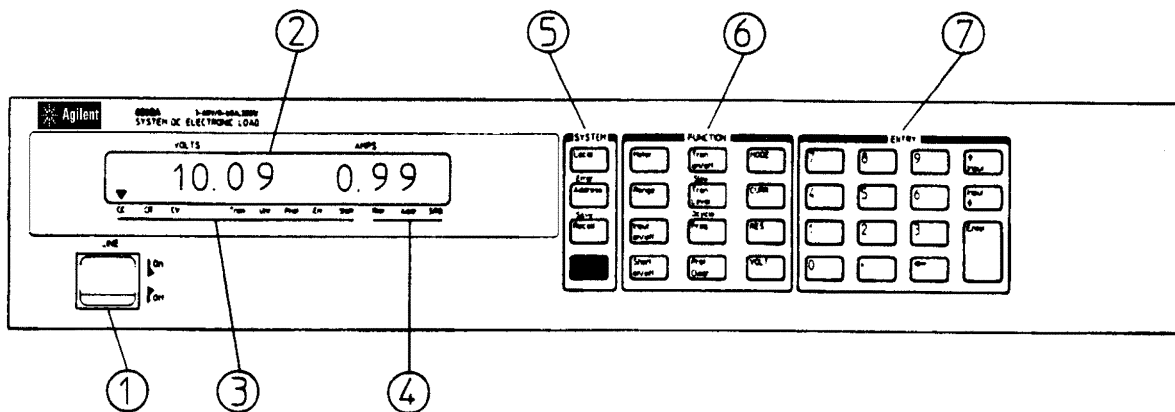

図4-1. フロント・パネル
本器はフロント・パネル上のキー・スイッチおよびインジケータを使用して、ローカルに操作できます。図4-1に示すように、フロント・パネルには12セグメントのLCD表示部と3つのグループから成るキーパッド部があります。各キー・スイッチおよびインジケータの機能については表4-1をご覧ください。
| 3 設定状態表示 | <p>CC - 本器が定電流 (CC) モードにあることを示す。図4-1はCCモードにあることを示しています (CC表示が点灯)。</p> <p>CR - 本器が定抵抗 (CR) モードにあることを示す。</p> <p>CV - 本器が定電圧 (CV) モードにあることを示す。</p> <p>Tran - トランジェント動作がイネーブルであることを示す。</p> <p>Unr - 本器がアンレギュレートであることを示す (CCモード、またはCRモードの中・高レンジの場合のみ)。</p> <p>Prot - 保護機能 (過電流、過電圧、過電力、過熱など) が動作中であることを示す。</p> <p>Err - リモート・プログラミング・エラーが生じたことを示す。</p> <p>Shift - SYSTEMグループのシフト・キー、すなわち一番下のキー (青色) が押されたことを示す。</p> |